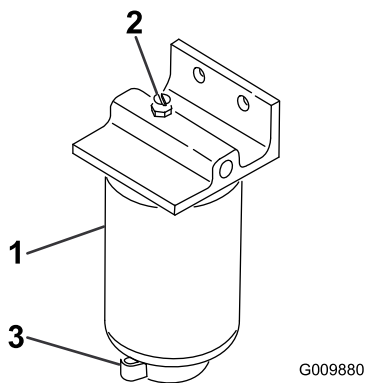

Figure 55
3. Desserrez le robinet de vidange au bas de la cartouche du filtre (Figure 55).
2. Nettoyez la surface autour des supports de la cartouche du filtre (Figure 55).